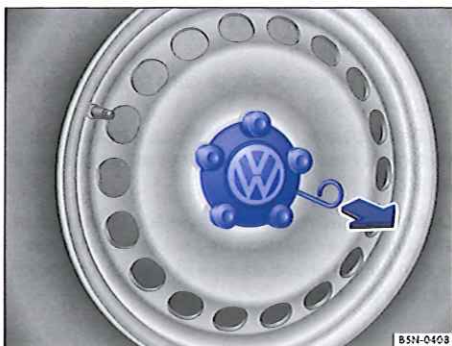

Fig. 220 Retrait de l'enjoliveur central.
- Pour le *retirer*, retirez l'étrier métallique de l'outillage de bord → page 396 et accrochez-le sur l'arête de l'enjoliveur → fig. 220.